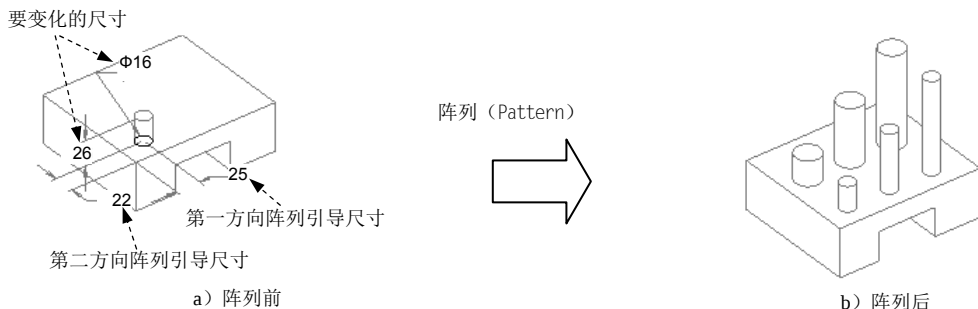

图 3.21.8 阵列引导尺寸
下面将要创建如图 3.21.8 所示的圆柱体特征的“异形”阵列, 操作过程如下:
(1) 选取图 3.21.8 中第一方向的第一引导尺寸 25, 输入增量值 45.0; 按住 Ctrl 键, 再选取第一方向的第二引导尺寸 26 (即圆柱的高度), 输入相应增量值 35.0。
(2) 在操控板中单击  尺寸 按钮, 单击“方向 2”的“单击此处添加...”字符, 然后选取图 3.21.8 中第二方向的第一引导尺寸 22, 输入相应增量 55.0; 按住 Ctrl 键再选取第二方向的第二引导尺寸 $\phi 16$ (即圆柱的直径), 输入相应增量 10.0。